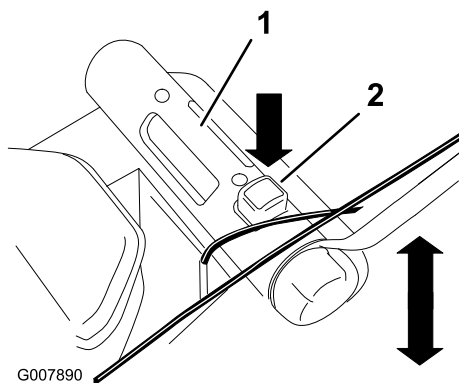

Figure 16
2. Appuyez sur le bouton de réglage de hauteur de coupe et déplacez la poignée pour augmenter ou diminuer la hauteur de coupe (Figure 16).